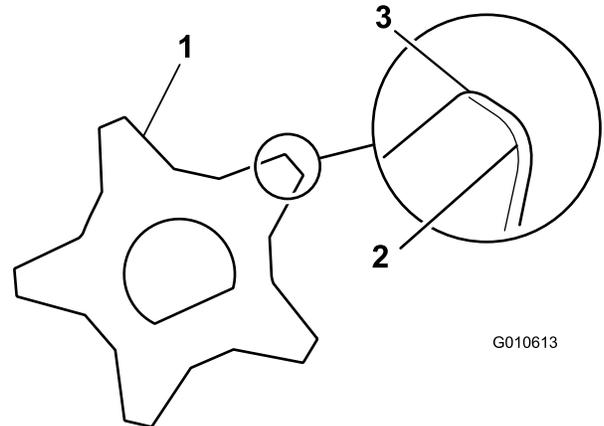

**Bild 32**
2. Entfernen Sie die Ablassschraube unten am Gehäuse (Bild 32).
3. Entfernen Sie die Füllschraube an der Seite des Gehäuses und lösen Sie die Entlüftungsschraube oben, damit Luft eintreten kann (Bild 32).